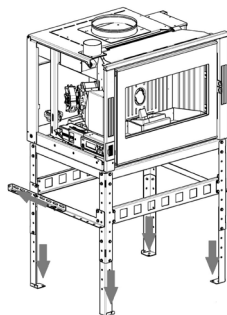

Fig. 36 - Fissare la struttura al pavimento e muro
- Posizionare la struttura con l'inserto nella posizione desiderata e fissare le gambe al pavimento e le prolunghe al muro dietro (vedi **Fig. 36**).